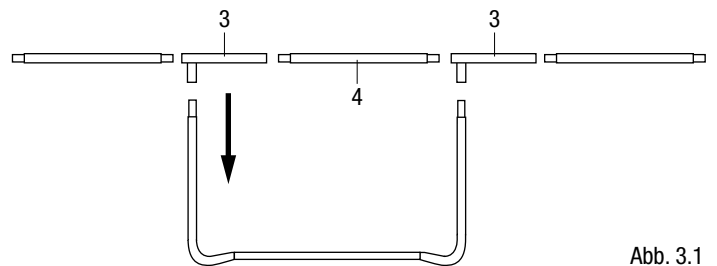

Abb. 3.1
- Für diesen Montageschritt benötigen Sie einen Helfer. Eine Person hält die Stützgruppe aus Schritt 2 in einer aufrechten (vertikalen) Stellung und steckt den Beinstützen eines Rahmenrohrs mit Beinstützen (3) auf ein Standbein der Stützgruppe. Die andere Person hält das andere Ende fest und steckt ein Rahmenrohr (4) und noch ein Rahmenrohr mit Beinstützen (3) auf eine andere Stützgruppe. Sie sollten jetzt 2 Stützgruppen haben, die durch ein oberes Rahmenrohr mit Beinstützen zusammengehalten werden. (Abb. 3.1)